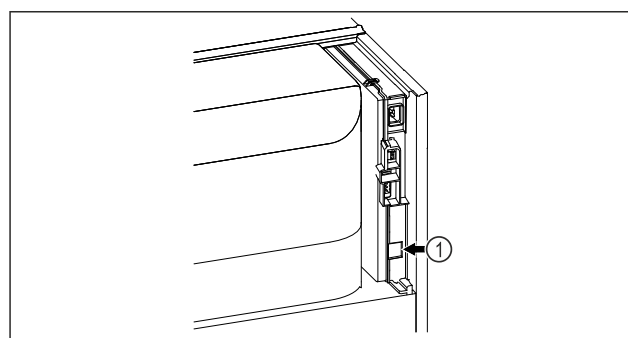

Fig. 84
- SmartModule Fig. 84 (1) 已使用。